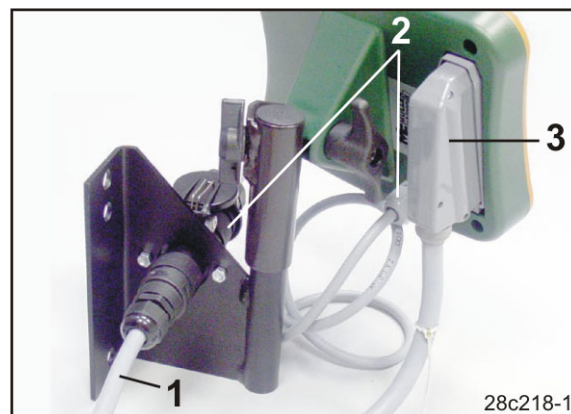

Fig. 13
2. Conectar el cable de alimentación (Fig. 13/1) al soporte y al enchufe de 12 V del tractor.
3. Conectar el soporte y el terminal de mando con el cable de alimentación (Fig. 13/2).
5. Guiar el cable de la máquina (Fig. 13/3) en la cabina del tractor y enchufar el conector de la máquina en el terminal de mando.